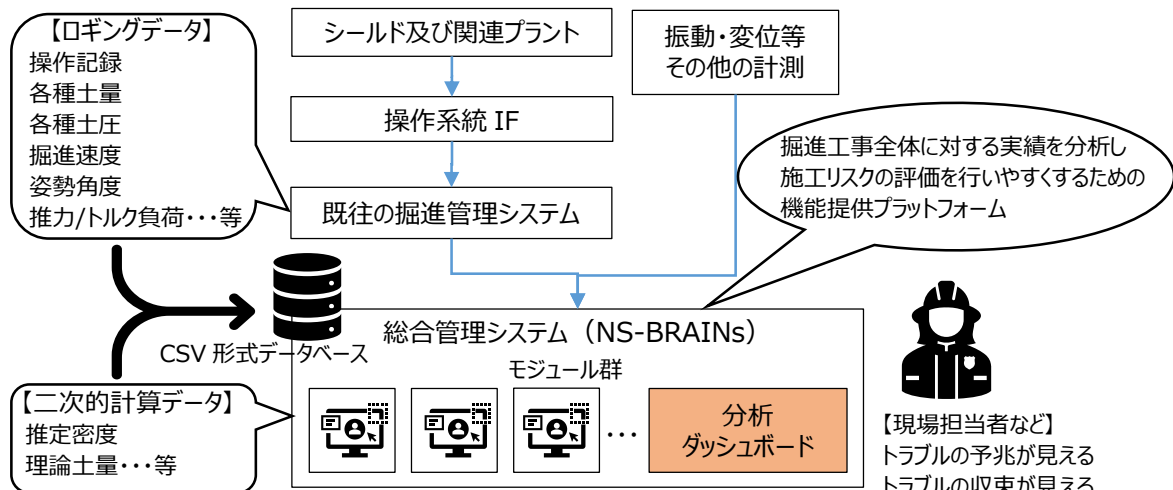

図 1 NS-BRAINS の基本構成
(1) NS-BRAINS の概要 (図 1)
NS-BRAINS は、連携する掘進管理システムからロギングデータの全量を受取り、可搬性の良い CSV 形式として指定場所に蓄積する (図 1)。蓄積したデータは、過去の掘進を再現するリプレイ表示、管理アイデアを具現化した新たな分析モジュールの開発、環境・操作とその結果が対となる教師データセット (機械学習目的) の提供など、データが基礎となる必要なデータベースとして機能する。